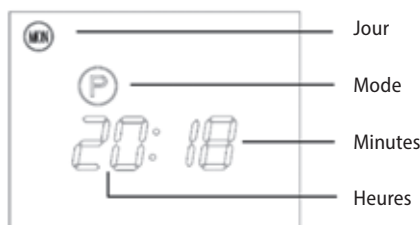

Fig. 1
1. Démonter le support du corps, voir la figure 1.
Avant toute utilisation de l'appareil, activer l'interrupteur sur le côté du produit. L'écran affichera, voir la fig. 1, l'appareil est mis en mode de veille et ne chauffe pas. L'écran affiche (P).
Un appui long sur le bouton (WTE) règle l'heure, un appui long sur le bouton (MIN) règle les minutes, un appui long sur le bouton (SET) règle les jours, voir la Fig. 1.